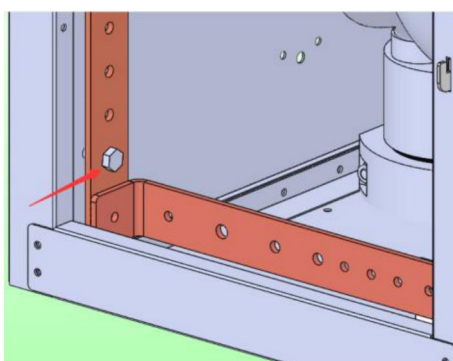

Figura 7
- 1) Slăbiți șurubul de fixare M12 de la bara de legare la pământ a aparatajului (figura 7);